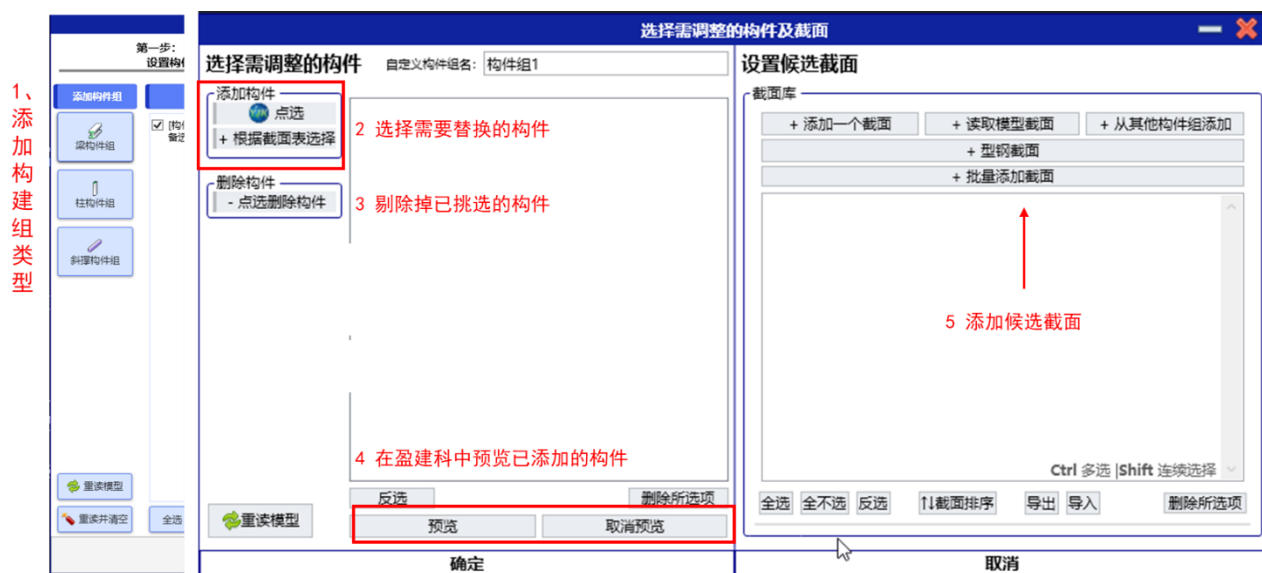

图 3.2
每一个参数是由一组别调整的“设计构件”和一组“备选截面”组成的。设置参数时，首先需要选择参数所对应的构件类型（图 3.2 ①）。
然后点击**添加构件组**来打开添加参数窗口。首先根据图 3.2 中 ②~④选择“设计构件”，然后通过⑤选择这部分构件的候选截面。注意在指标调整中，一组“设计构件”始终保持为一个截面：